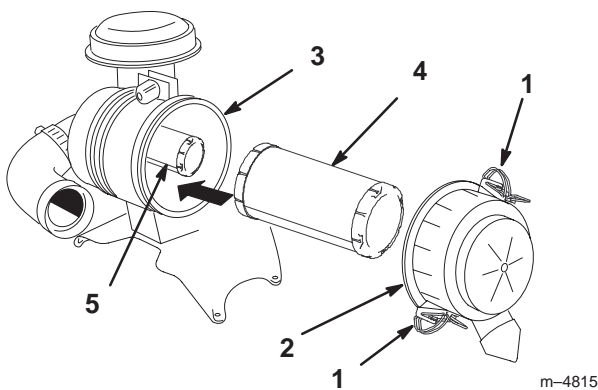

Figure 38
3. Ouvrez les dispositifs de verrouillage du filtre et ôtez le couvercle du corps du filtre (Fig. 38).
5. Sortez l'élément primaire du corps du filtre avec précaution (Fig. 38). Évitez de cogner l'élément à l'intérieur du corps.
2. Si vous remplacez l'élément de sécurité, insérez-le avec précaution dans le corps du filtre (Fig. 38).
3. Installez ensuite l'élément primaire sur l'élément de sécurité avec les mêmes précautions (Fig. 38). Assurez-vous qu'il est bien engagé en appuyant sur le rebord extérieur de l'élément quand vous l'installez.
4. Reposez le couvercle, le côté portant l'inscription **UP** étant tourné vers le haut, et fermez les dispositifs de verrouillage (Fig. 38).